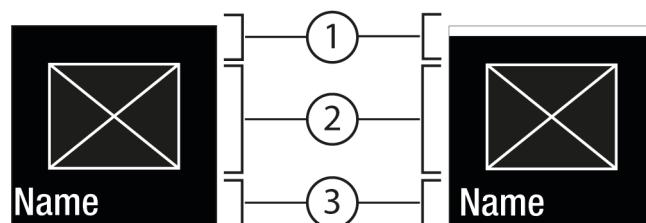
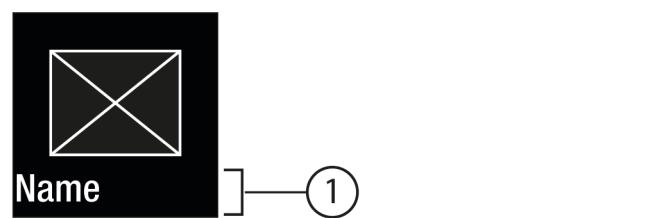

Fig. 6
Fig. 7
- Pomocí Potvrzení Fig. 5 (2) vyvolajte podmenu Fig. 7 (4).
- Nastavení nové hodnoty: Vyberte pomocí Potvrzení Fig. 5 (2) deaktivovanou hodnotu Fig. 6 (1).
- Zpět do menu: Vyberte pomocí Potvrzení Fig. 5 (2) již aktivovanou hodnotu Fig. 6 (2).
- Stav: aktivováno Fig. 6 (1) se krátce zobrazí v podmenu Fig. 7 (4).